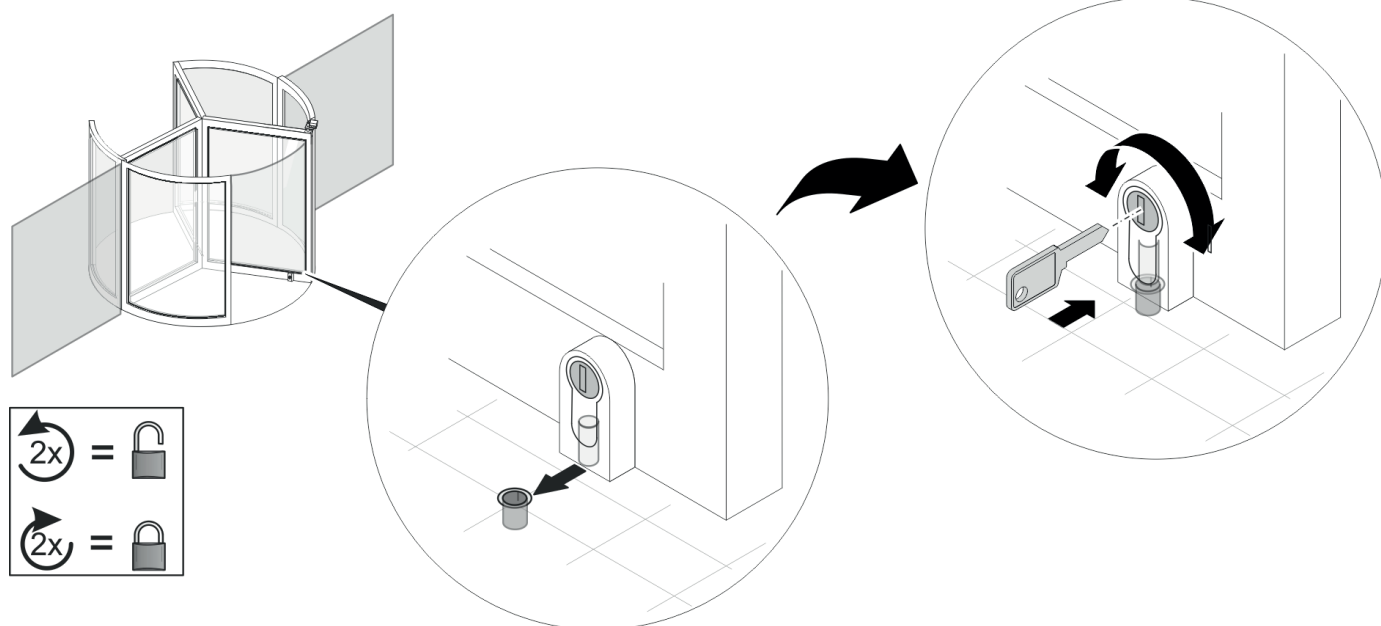

Рис. 6 Система блокировки пола
1. С помощью напольного замка выровняйте дверное полотно относительно гильзы в полу (Рис. 6/ посередине).
2. Заблокируйте напольный замок дверного полотна ключом. Для этого заблокируйте цилиндр замка (Рис. 6/справа), повернув его на 2 полных оборота.
1. Разблокируйте напольный замок дверного полотна ключом. Для этого откройте цилиндр замка (Рис. 6), повернув его на 2 полных оборота.